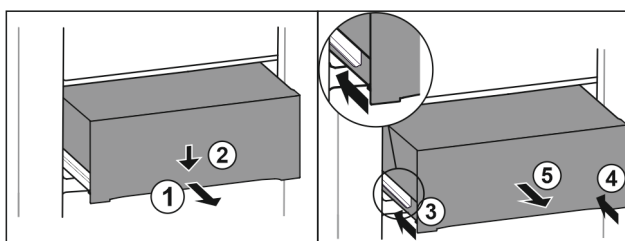

Fig. 182
- Tirer le tiroir jusqu'à mi-chemin. Fig. 182 (1)
- Appuyer sur l'avant du tiroir vers le bas. Fig. 182 (2)
- Insérer le rail gauche d'env. 2 cm. Fig. 182 (3)
- Insérer le rail droit d'env. 2 cm. Fig. 182 (4)
- Retirer le tiroir par l'avant. Fig. 182 (5)